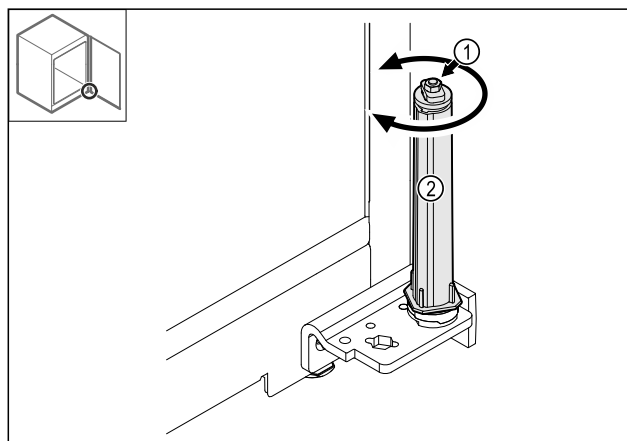

Fig. 44
- Neizjauciet slēgšanas sistēmas skrūšsavienojumu Fig. 44 (1).
- Pagrieziet slēgšanas sistēmu Fig. 44 (2), līdz tā noklikšķ.